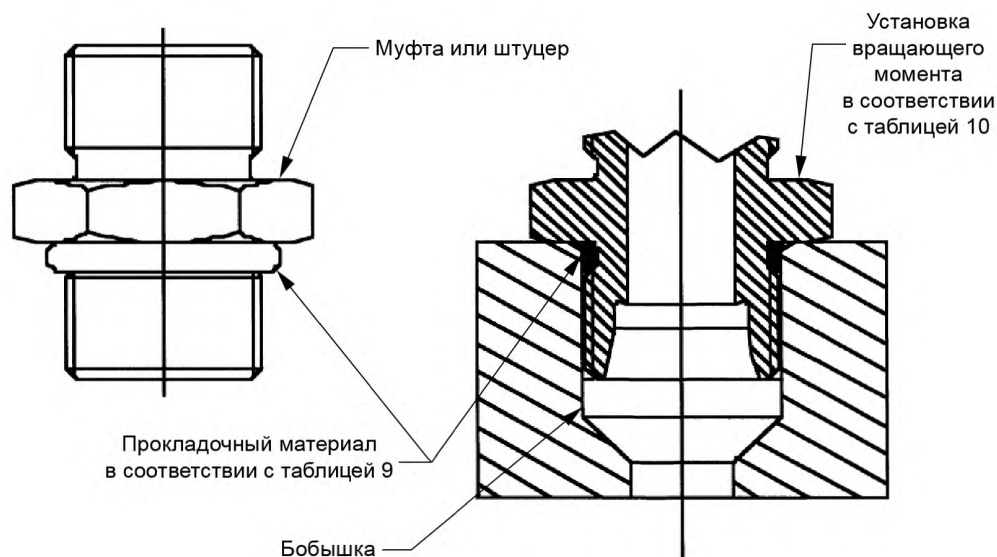

Рисунок 5 — Установка втулки с цилиндрической резьбой или переходника
5.3 Необходимо установить уплотнитель на фитинг (см. рисунок 5).